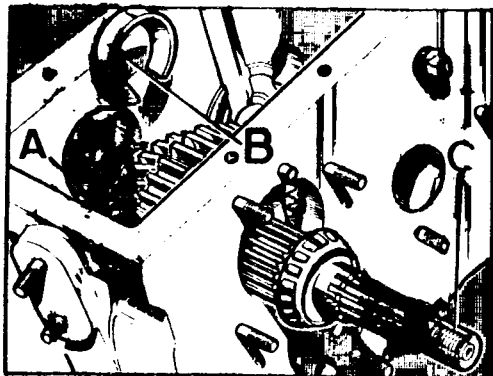

Fig. C-35 Anillo cortado para la pista exterior
- 1.4. Instalar el tapón protector (243241) sobre el extremo roscado del eje de salida y empujar éste hacia adelante todo lo que sea posible, deslizándolo luego hacia atrás y se introducirá un anillo cortado, B, (Fig. C-35), entre los rodillos del cojinete delantero, A, y la pista exterior.